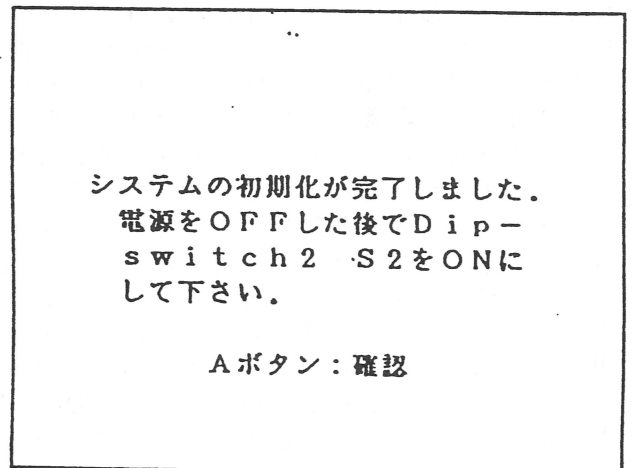

図5-6
- ⑦ Aボタンを押すと"システムの初期化が完了しました。・・・(図5-6)"と表示されますのでメッセージに従い、CDチェッカーの電源をOFFし、DIP-SW2の2をONして下さい。以上でCDチェッカー初期化が終了しました。